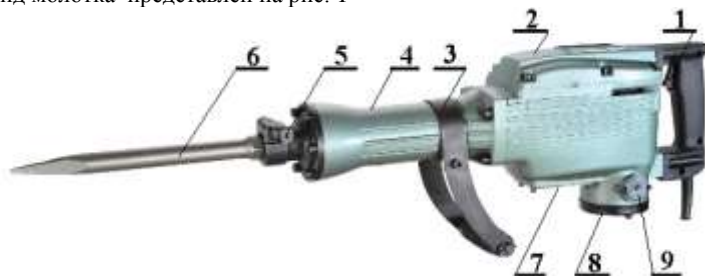

Рис. 1
4.3 Общий вид молотка представлен на рис. 1
7.1. Установить боковую рукоятку 3, (см рис. 1), в удобное для работы положение.
8.4.Через 60 часов эксплуатации требуется заменить смазку в редукторе, сняв крышку 2, рис.1